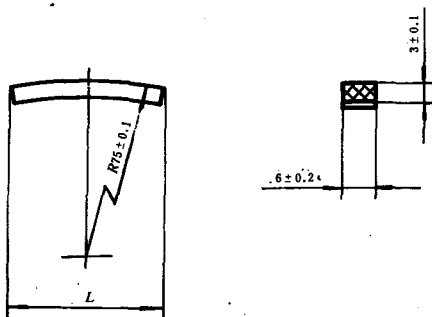

图 1
3.1 试样尺寸见图1（由环形试样径向切取）。试样长度 L ；玻璃纤维增强塑料为21~30mm；碳纤维和芳纶纤维增强塑料为18~21mm。